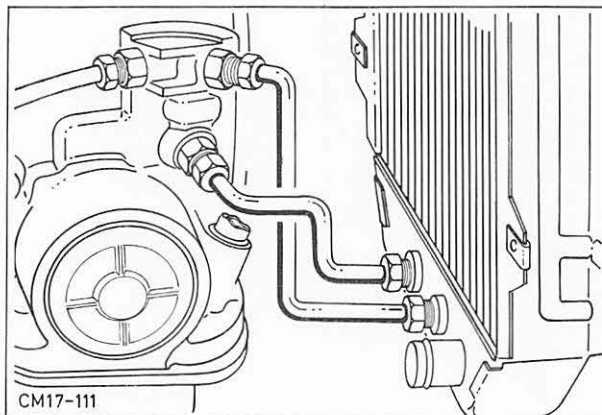

Abb. 20 Ölleitungen, Getriebeöl — Kühler
4. Ölleitungen — Ölkühler am Getriebegehäuse abschließen. Abb. 20.